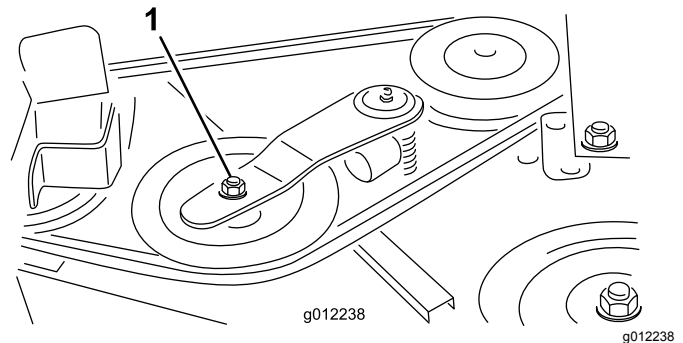
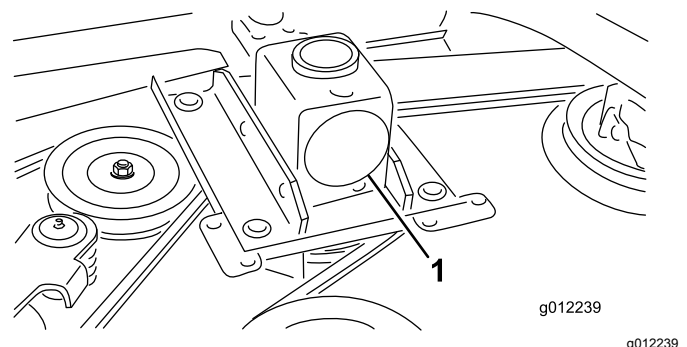

Bild 34
Bild 35
2. Schieben Sie die Spannscheibe mit einem Drehmomentschlüssel oder einem ähnlichen Werkzeug (Bild 34) vom Treibriemen und lassen Sie den Riemen von der Getriebespannscheibe rutschen (Bild 35).